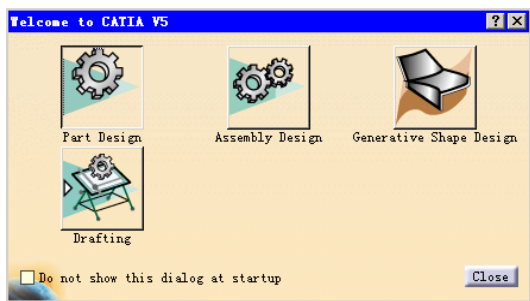

图 3-2
- 在 Workbench 工作台上单击 Part Design 图标，如图 3-2 所示。